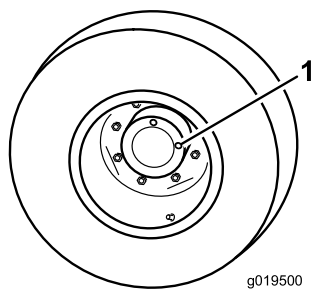

図 63
1. 水平な床面で、点検プラグ (図 63) の 1 つが時計の 12 時を指し、もうひとつが 3 時を指すようにマシンを駐車する。
2. 3時の位置にあるプラグを外す (図 63)。オイルが点検穴の下ふちまであれば適正である。